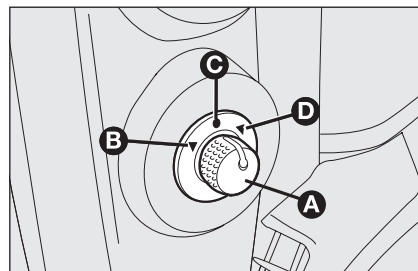

fig. 32
- sélectionner à l'aide du déviateur **A**-fig. 32 le rétroviseur désiré (droit ou gauche);